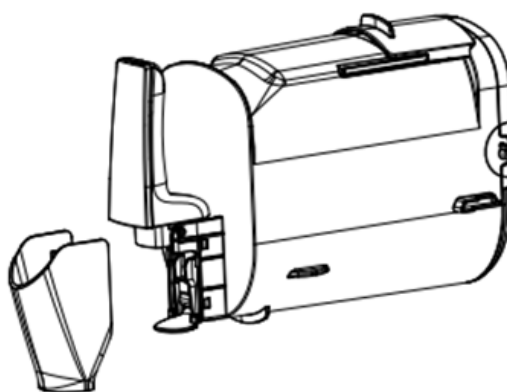
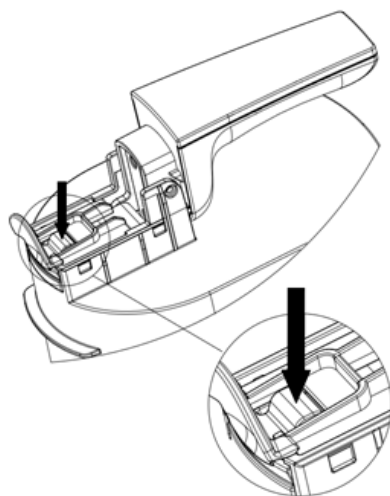
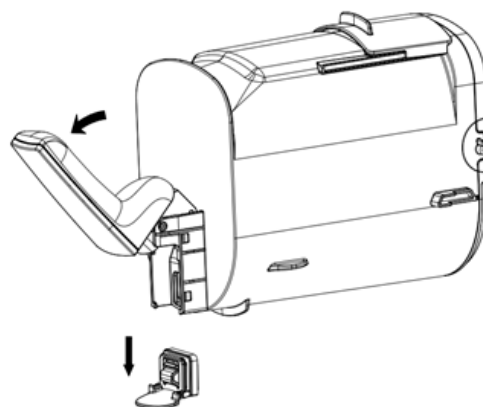

Figura 4
Figura 5
Figura 6
- Curățarea orificiului de dozare: Scoateți capacul orificiului de dozare (figura 4), apăsați și mențineți apăsat punctul de fixare al suportului orificiului de dozare (figura 5), acționați maneta de dozare, apoi scoateți întregul ansamblu de dozare (figura 6). Curățați-l și montați-l la loc, urmând în ordine inversă pașii necesari demontării.